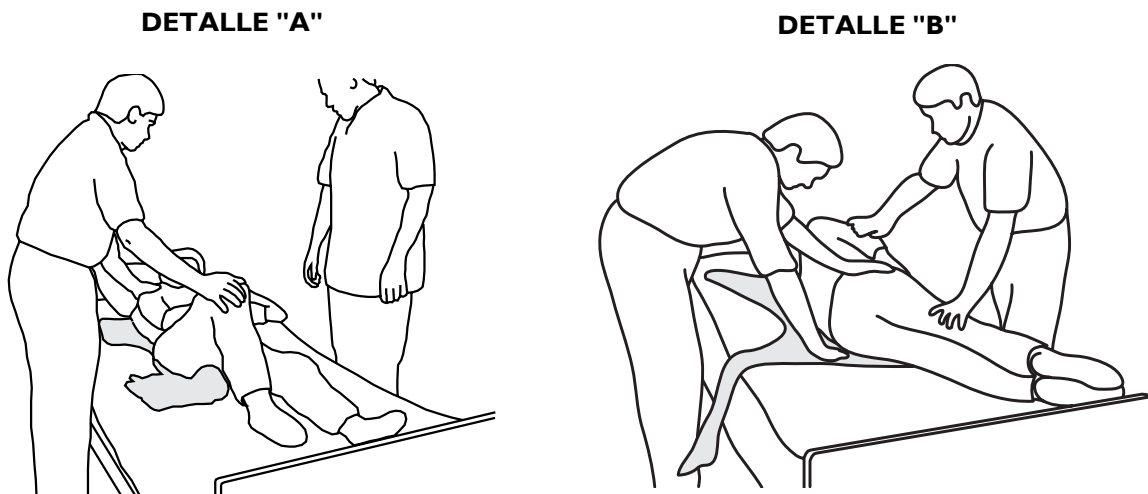
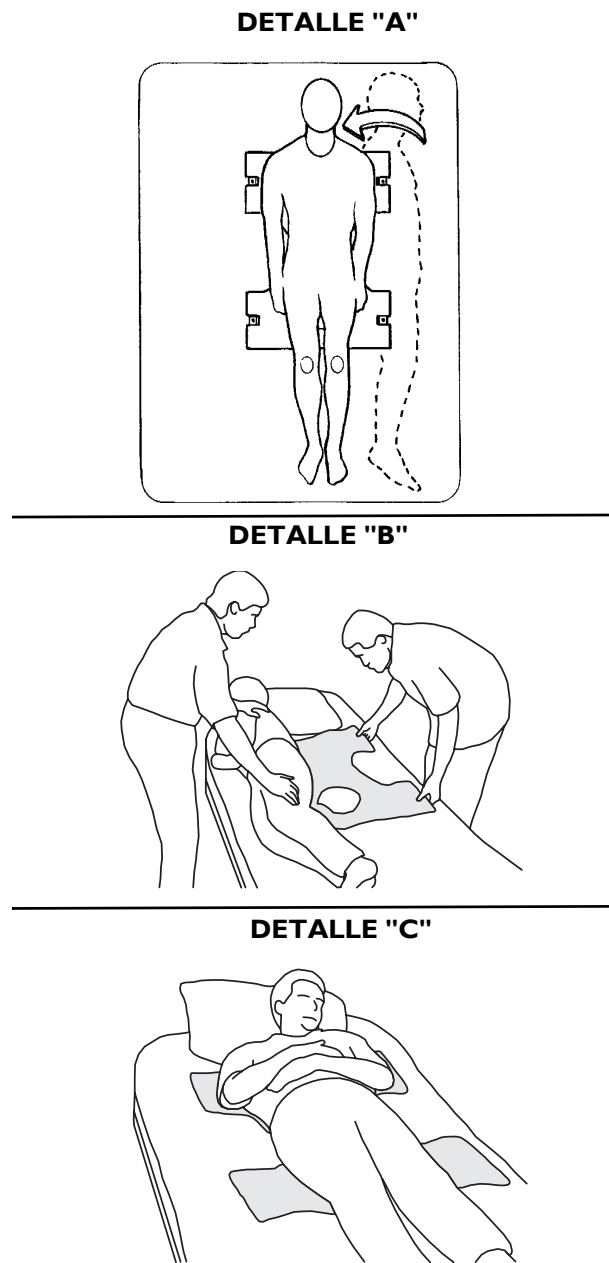

FIGURA 3.2 Girar el paciente hacia un costado
FIGURA 3.3 Girar al paciente hacia al lado opuesto y de espaldas
NOTA: Para este procedimiento, consulte FIGURA 3.2 y FIGURA 3.3 en la página 71.
4. Gire al paciente de costado. Consulte el ejemplo "A" de FIGURA 3.3.
6. Con un asistente a cada lado de la cama y contra el colchón, el asistente del costado derecho de la cama elevará la rodilla izquierda colocará y su mano izquierda en la rodilla elevada y su mano derecha debajo del hombro derecho del paciente, empujando lentamente la rodilla y ayudará a levantar suavemente el hombro del paciente para girarlo de costado. Consulte el ejemplo "B" de FIGURA 3.3.
8. Gire al paciente de espaldas y éste debe quedar casi centrado en la sección del cabestrillo. Consulte el ejemplo "C" de FIGURA 3.3.